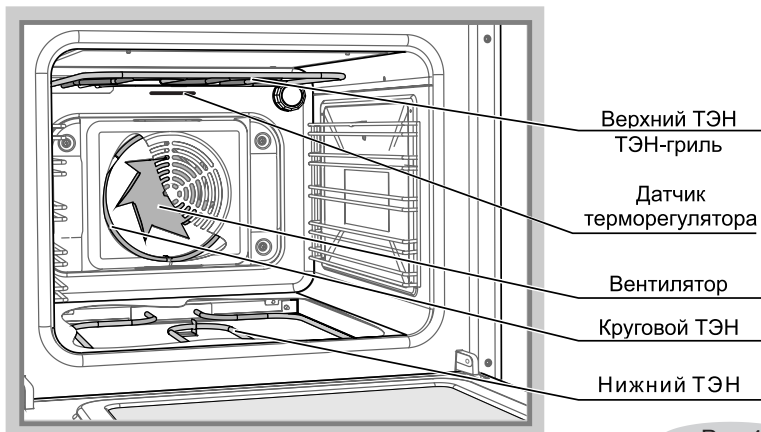

Рис.4
- ручкой терморегулятора (рис. 4) задается температура нагрева духовки, которая поддерживается автоматически.